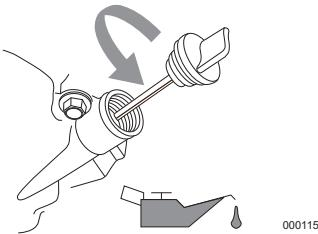

Figure 4-1. Plein d'huile moteur
4. Retirez le bouchon de remplissage d'huile et essuyez la jauge. Voir **Figure 4-1**.